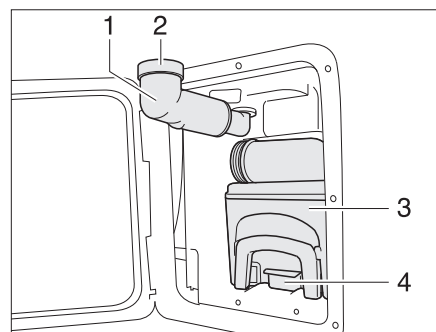

Fig. 154 Cassette Thetford
- Girar hacia fuera el tubo de llenado de agua potable (Fig. 154,1).
- Retirar la tapa roscada (Fig. 154,2).